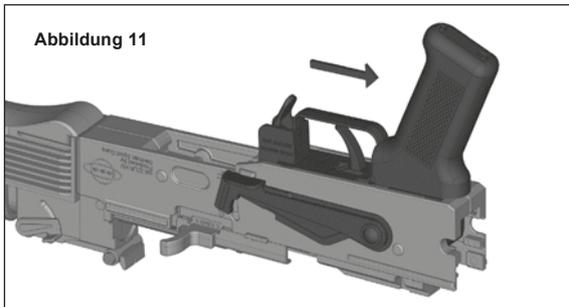

Abbildung 11
8. Nun kann das Griffstück nach hinten gezogen und dann nach oben entnommen werden. (Abbildung 11 und 12 Seite 23).